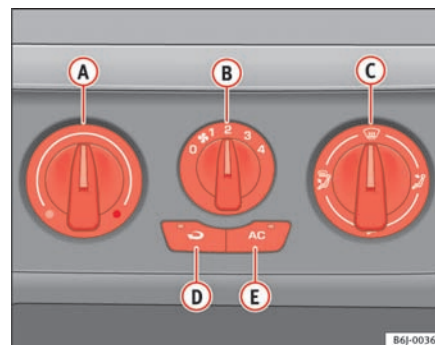

Fig. 96 I instrumentpanelet: betjenings-elementer til aircondition-anlæg
- Du kan indstille temperaturen, blæsertrinet og luftfordelingen med drejekontakterne ⇒ fig. 96 **A** og **C** og med kontakten **B**.
- Luk dyserne ③.
- Åbn dyserne ④, og ret dem mod sideruden.
- ① Kontakt til temperaturregulering ⇒ side 124
- ② Blæserkontakt. Blæserens ydeevne kan indstilles i fire trin. Ved lav hastighed bør blæseren mindst stå på trin 1 for at sikre tilførslen af frisk luft.
- ③ Kontakt til luftfordeling ⇒ side 124